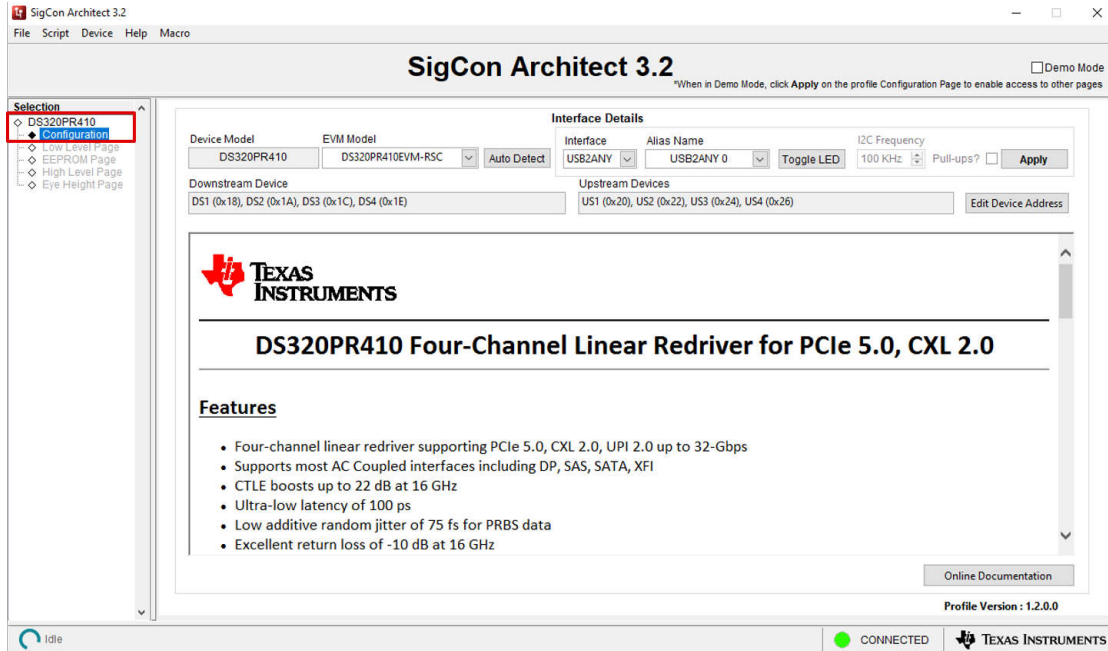

图 2-1. DS320PR410 配置页面
2. 点击 GUI 左侧 DS320PR410 配置文件下面的 *Configuration* 选项卡，如图 2-1 所示。